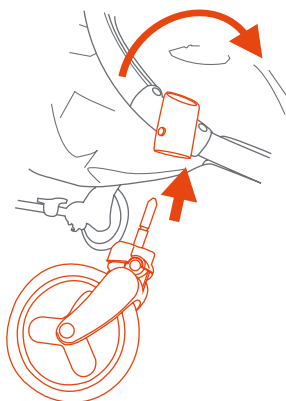

Fig. 1c
• Inclinare il passeggino all'indietro e spingere il perno delle ruote anteriori nell'alloggiamento della ruota. Premere con decisione per fissare ciascuna ruota in posizione (Fig. 1c). Ripetere la stessa procedura sull'altro lato.